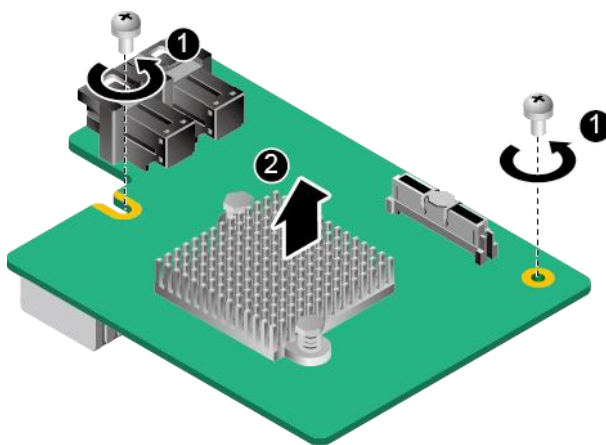

图 5-15 拆卸 RAID 控制扣卡
11. 拧开 RAID 控制扣卡固定螺钉，如图 5-15 中①所示。
12. 向上缓慢用力拔出 RAID 控制扣卡，如图 5-15 中②所示。